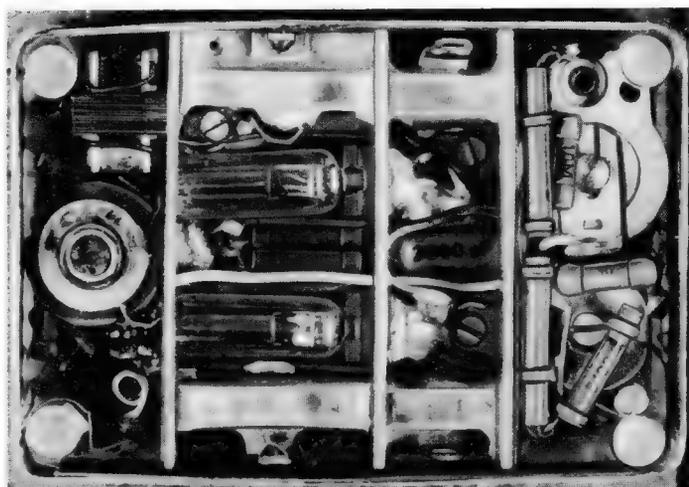
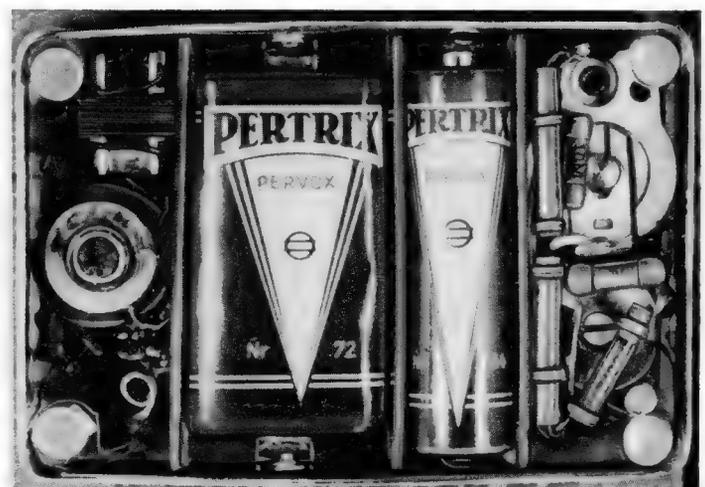

Bild 4. Anordnung der Einzelteile auf der Grundplatte
Bild 5. Gerät mit eingesetzten Batterien
ist aus Bild 4 zu ersehen. Beim Nachbau ist es nicht unbedingt erforderlich, daß alle Teile leicht auszuwechseln sein müssen. So könnte z. B. der Batterie-Halterahmen entfallen und auch die in Bild 4 in den Ecken sichtbaren vier Trolitulstäbe, über die die Rahmenantenne aufgezogen ist, sind nicht erforderlich, da die Rahmenantenne auch mit ein wenig Trolitulack auf der Grundplatte festgelegt werden kann. Der gewonnene Raum ermöglicht es, die beiden Trimmer weiter in die Ecken hineinzurücken — das gleiche gilt für den Übertrager —, womit die Anbringung des Ausschalters zwischen den beiden Trimmern erleichtert wird.
Bild 5 gibt die gleiche Ansicht wie Bild 4, aber mit eingesetzten Batterien wieder.
**Der Ein- und Ausschalter.** Grundsätzlich sollte der Bedienunggriff des Schalters, sei es ein Hebel oder einfach ein zylinderförmiger Schraubenkopf, nicht über die Grundplatte hinausragen. Ein Hebel zeigt jedoch besser an, ob das Gerät ein- oder ausgeschaltet ist. Im Mustergerät befand sich der Schalter zunächst in der linken unteren Ecke des Gerätes (vgl. Bild 5), die dafür freigehalten ist. Später wurde in dessen ein kleiner Walzenschalter angefertigt, der zwischen den beiden Trimmern angebracht und zur Betätigung mit einem zierlichen, kleinen Hebel versehen ist, dessen Bewegungsrichtung in der Grundplatten-Ebene liegt.